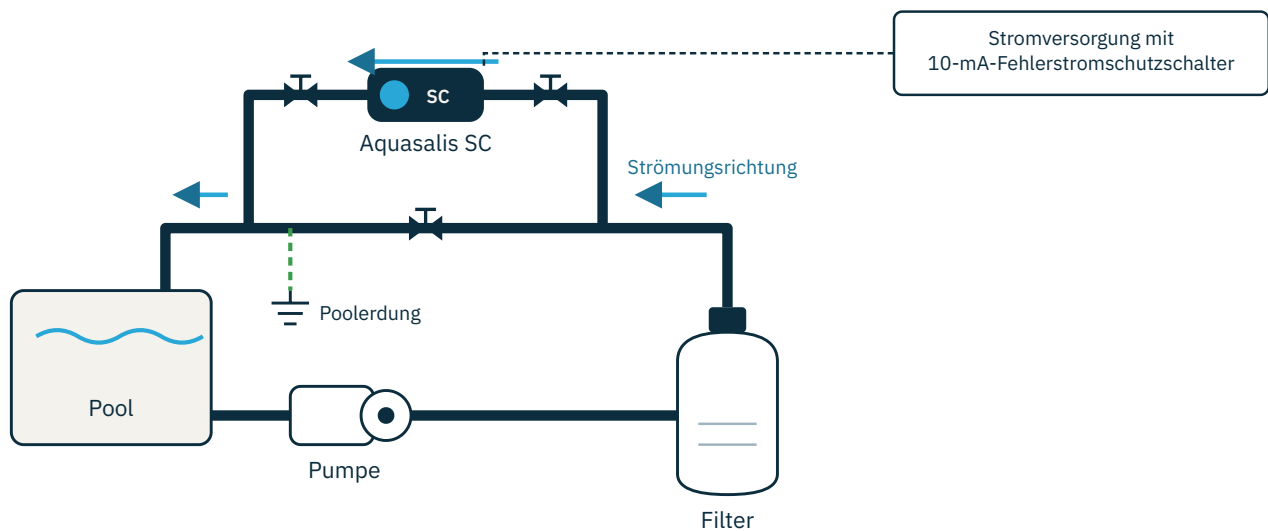
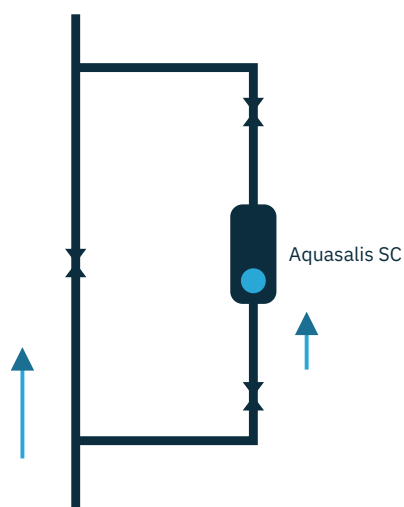

Abbildung 1 — Horizontale Installation mit Bypass
Abbildung 2 — Vertikale Installation: Das Wasser fließt von unten nach oben
3. Eine Installation ohne Bypass ist möglich, wenn Ihre Pumpe eine Förderleistung von weniger als 10 m³/h hat; ein Bypass wird jedoch dringend empfohlen, damit der Hydraulikkreislauf abgesperrt werden kann. Bei einer Pumpenförderleistung von mehr als 10 m³/h ist ein Bypass mit einem Regelventil an der Hauptleitung erforderlich. Installieren Sie das Gerät in der Rücklaufleitung, die das Wasser vom Filter zu den Einlaufdüsen des Pools zurückführt, wie in Abbildung 1 (horizontal) und Abbildung 2 (vertikal) dargestellt.
8. Das Gerät kann horizontal (Abbildung 1) oder vertikal (Abbildung 2) installiert werden. Bei vertikaler Installation sollte das Wasser von unten nach oben fließen.